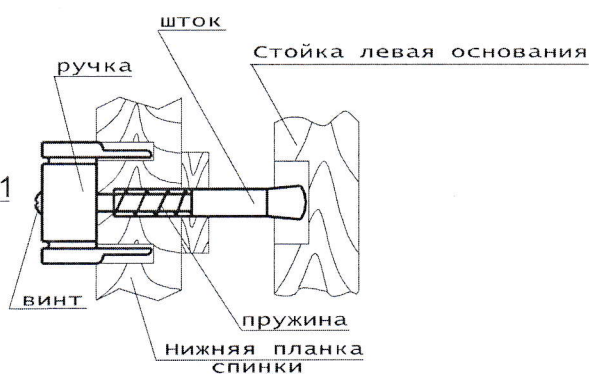

Рис. 3
5. Установка спинок. Установить спинки(1) и (2) на подвески (13). Для этого: вставить выступающий конец оси(16) в отверстие в спинке через втулку (18) и шайбу (19) и закрепить винтами (17). При наличии большого зазора в соединениях применить регулировочные шайбы (19)
6. Установка ограждения (рис.3). Установить ограждение(3) между спинками(1) и (2) овальным бруском вверх, закрепив на винты(31). Закрепите второе ограждение (3) между спинками (1) и (2) двумя винтами(31) в верхние отверстия.
7. Установка ложа. Вставьте латы (11) в пазы нижних брусьев ограждений(3). Закрепите второе ограждение (3) двумя винтами (31) в нижние отверстия. Положить настил (10) на латы (11).
8. Зафиксировать спинки(1) в неподвижном положении. Для этого: повернуть ручку(23) на 90°, так чтобы ручка(23) вошла в пазы на нижней планке спинки(1), а шток(21) вошел в паз в левой стойке (6) основания (4).